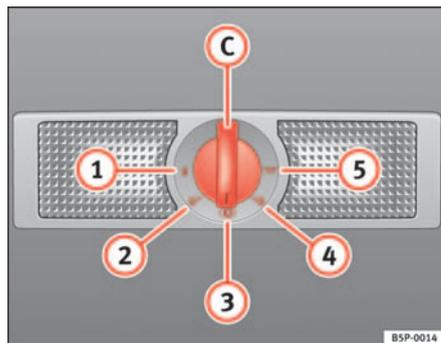

Fig. 84 Revêtement intérieur du toit : plafonnier et lampes de lecture arrière.
La commande ⇒ fig. 84 C vous permet de sélectionner les positions suivantes :
Lorsque la commande est en position ⇒ fig. 84 ①, le plafonnier et les lampes de lecture sont éteints.